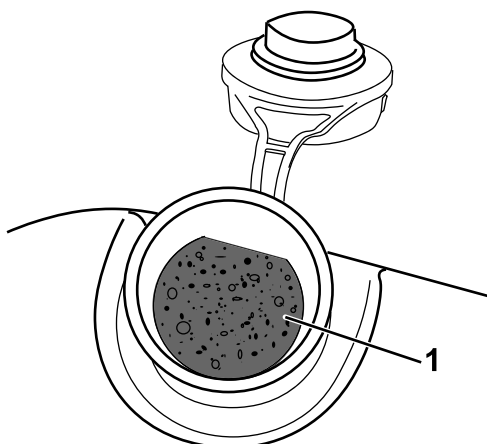

Рисунок 13
**Внимание:** Данная машина оборудована топливным баком улучшенной конструкции, в котором установлена вставка из пеноматериала для предотвращения перемешивания топлива. Запрещается удалять элемент из пеноматериала, так как благодаря ему двигатель может выработать все топливо, находящееся в топливном баке (Рисунок 13).